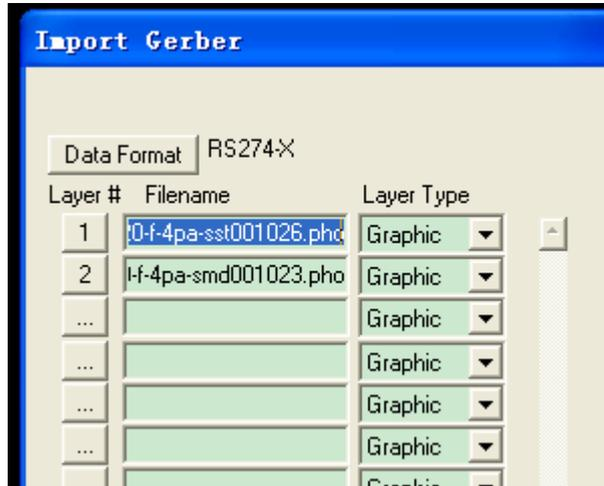

图 6-13
2) 添加需要打印的光绘，每次添加一组叠加光绘进行打印，如图 6-13 所示